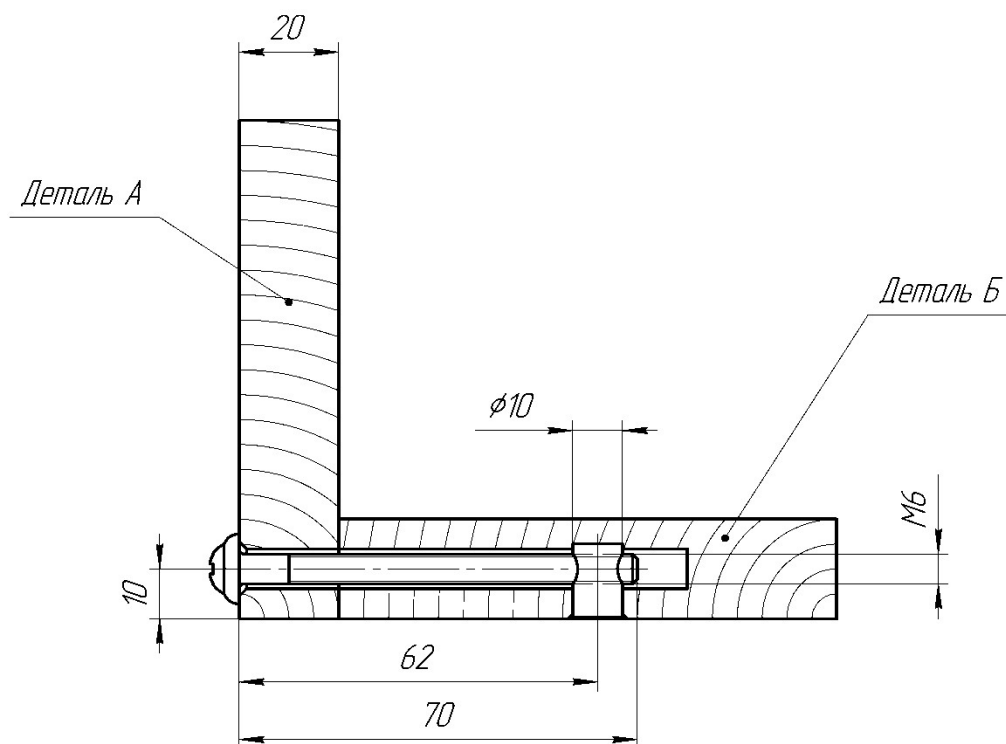

Рисунок 5
5. Размеры винтовых стяжек определите по чертежу (рисунок 5).